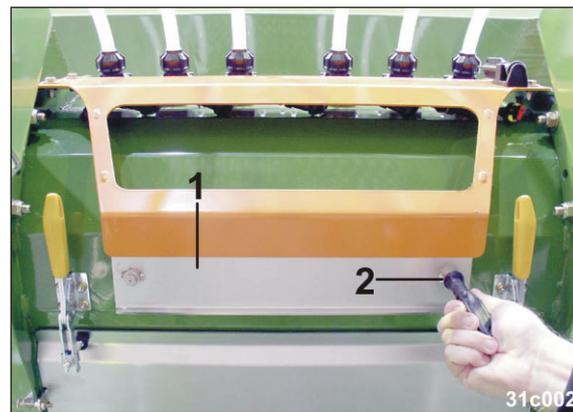

Fig. 261
- 7.2 Den Verschluss (Fig. 261/1) mit dem mitgelieferten Sechskantschlüssel (Fig. 261/2) öffnen.